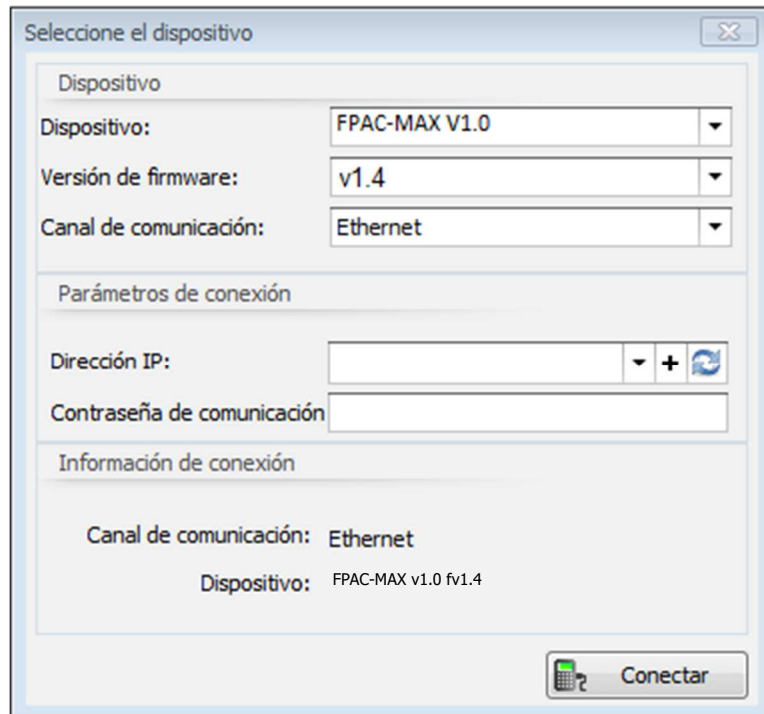

Fig. 6 Ventana de selección de dispositivo en el software AC-MAX HW
4. En la ventana abierta (fig.6) seleccione el dispositivo *LECTOR HUELLAS FPAC-MAX v1.0*, el firmware *1.4* y el canal de comunicación *Ethernet*.